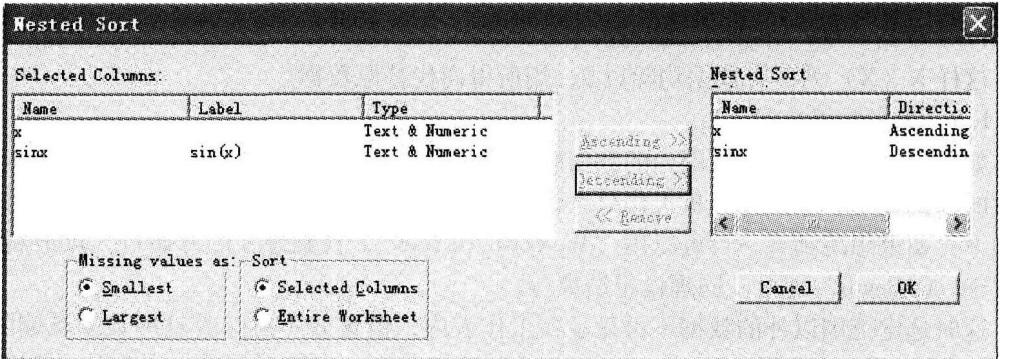

图 1-8 数据排序对话框
(1) 选定整个工作表。具体方法是将鼠标光标移到工作表左上角的空白方格的右下角，当光标变为斜向下的箭头时单击。
(2) 单击 “Worksheet Data” 工具栏的 “sort” 命令按钮，则弹出 “Nested Sort” 对话框（要打开 “Worksheet Data” 工具栏，可选择菜单 “View/Toolbars”，在弹出的 “Custom Toolbar” 对话框内选择 “Worksheet Data” 工具栏复选框，单击 “Close” 命令按钮）。
(3) 在 “Nested Sort” 对话框 “Select Columns” 列表框中选择 “X (X)”，单击 “Ascending” 命令按钮，则 “X (X)” 列被添加到 “Nested Sort” 列表框中。这就使 “X (X)” 列成为工作表升序排列的首要列。
(4) 在 “Nested Sort” 对话框 “Select Columns” 列表框中选择 “sinX (Y)”，单击 “Descending” 命令按钮，则 “sinX (Y)” 列被添加到 “Nested Sort” 列表框中。这就使 “sinX (Y)” 列成为工作表降序排列的次要列，结果如图 1-8 所示。
(5) 单击 “OK” 按钮完成设置。